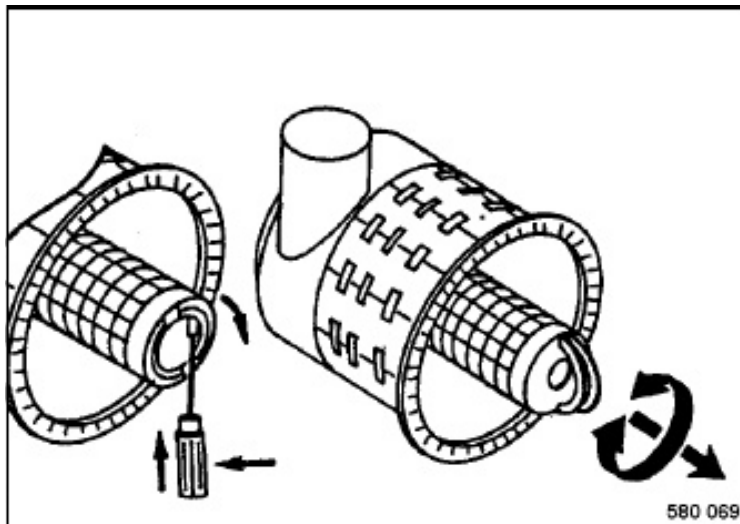

Fig. 159
- Perforar el sello del elemento filtrante de seguridad con una herramienta apropiada (Fig. 159) desde el interior hacia el exterior y alzar ambas eclisas.